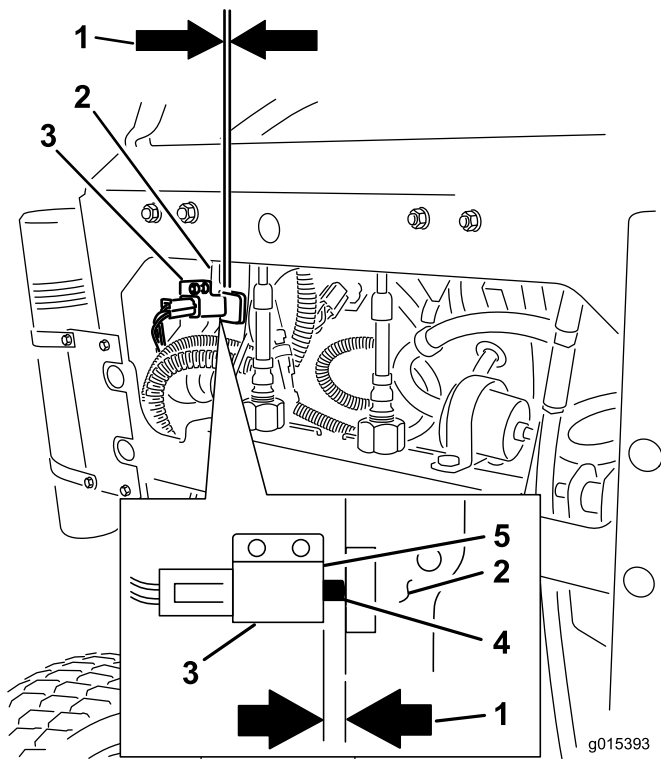

Figure 66
12. Vérifiez l'écartement entre le levier de frein et l'interrupteur comme illustré à la Figure 66. L'écartement doit être de 3 mm (1/8") quand le frein est serré.